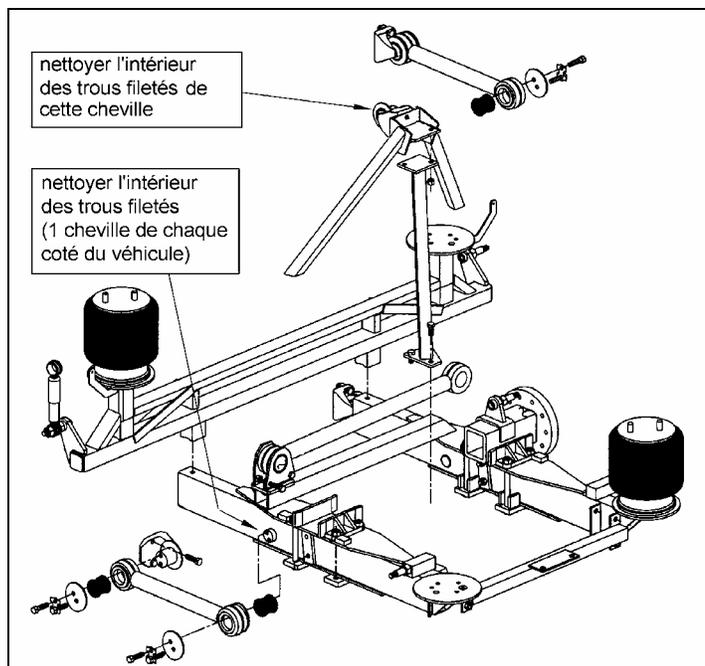

FIGURE 5 : NETTOYAGE DE 2 CHEVILLES ET DE LA CHEVILLE DU SUPPORT CENTRAL
9. Nettoyez l'intérieur des trous filetés des 3 chevilles identifiées à la figure 5. Utilisez un dégraissant (brake cleaner), la brosse et un linge propre. Asséchez le tout.